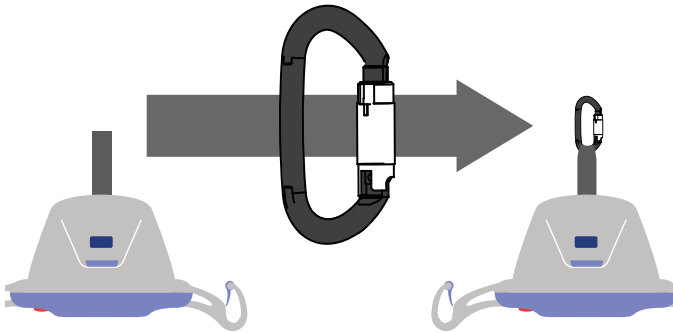

Fig. 2
2. Haken Sie den neuen Dreifach-Karabiner am Liftband ein. Siehe Abb. 2.